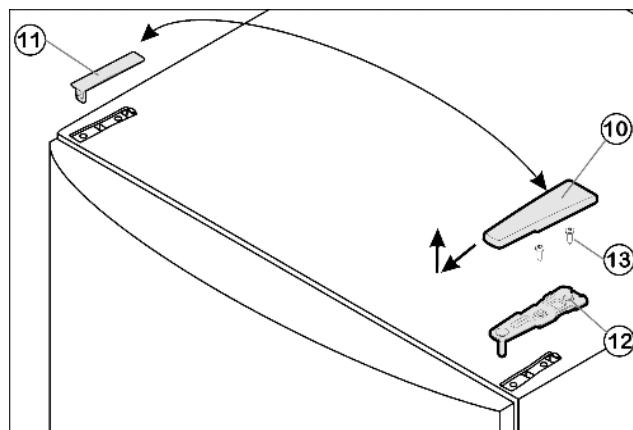

Fig. 4
- Потяните крышку Fig. 4 (10) вперед и вверх.
- Снимите крышку Fig. 4 (11).
- Открутите верхний опорный кронштейн Fig. 4 (12)(2 шт. Torx® 25) Fig. 4 (13) и вытяните вверх.
- ▶ Установите верхний опорный кронштейн Fig. 4 (12) на новой стороне шарнира и защелкните в дверце.
- ▶ Прикрутите верхний опорный кронштейн Fig. 4 (12) (с моментом 4 Нм) (2 шт. Torx® 25) Fig. 4 (13). При необходимости проделайте отверстия или используйте аккумуляторную отвертку.
- ▶ Защёлкните крышку Fig. 4 (10) и крышку Fig. 4 (11) на противоположной стороне.